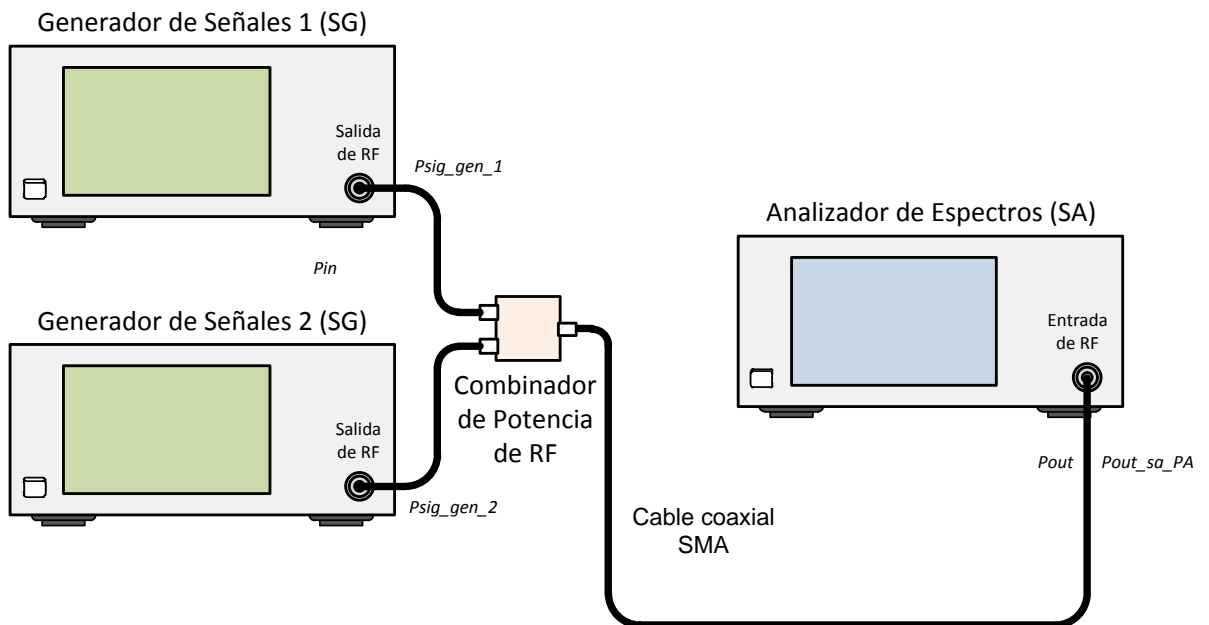

Figura 4 – Ajuste de la Potencia de Salida del Combinador
1. Haga las conexiones que se muestran en la Figura 4.